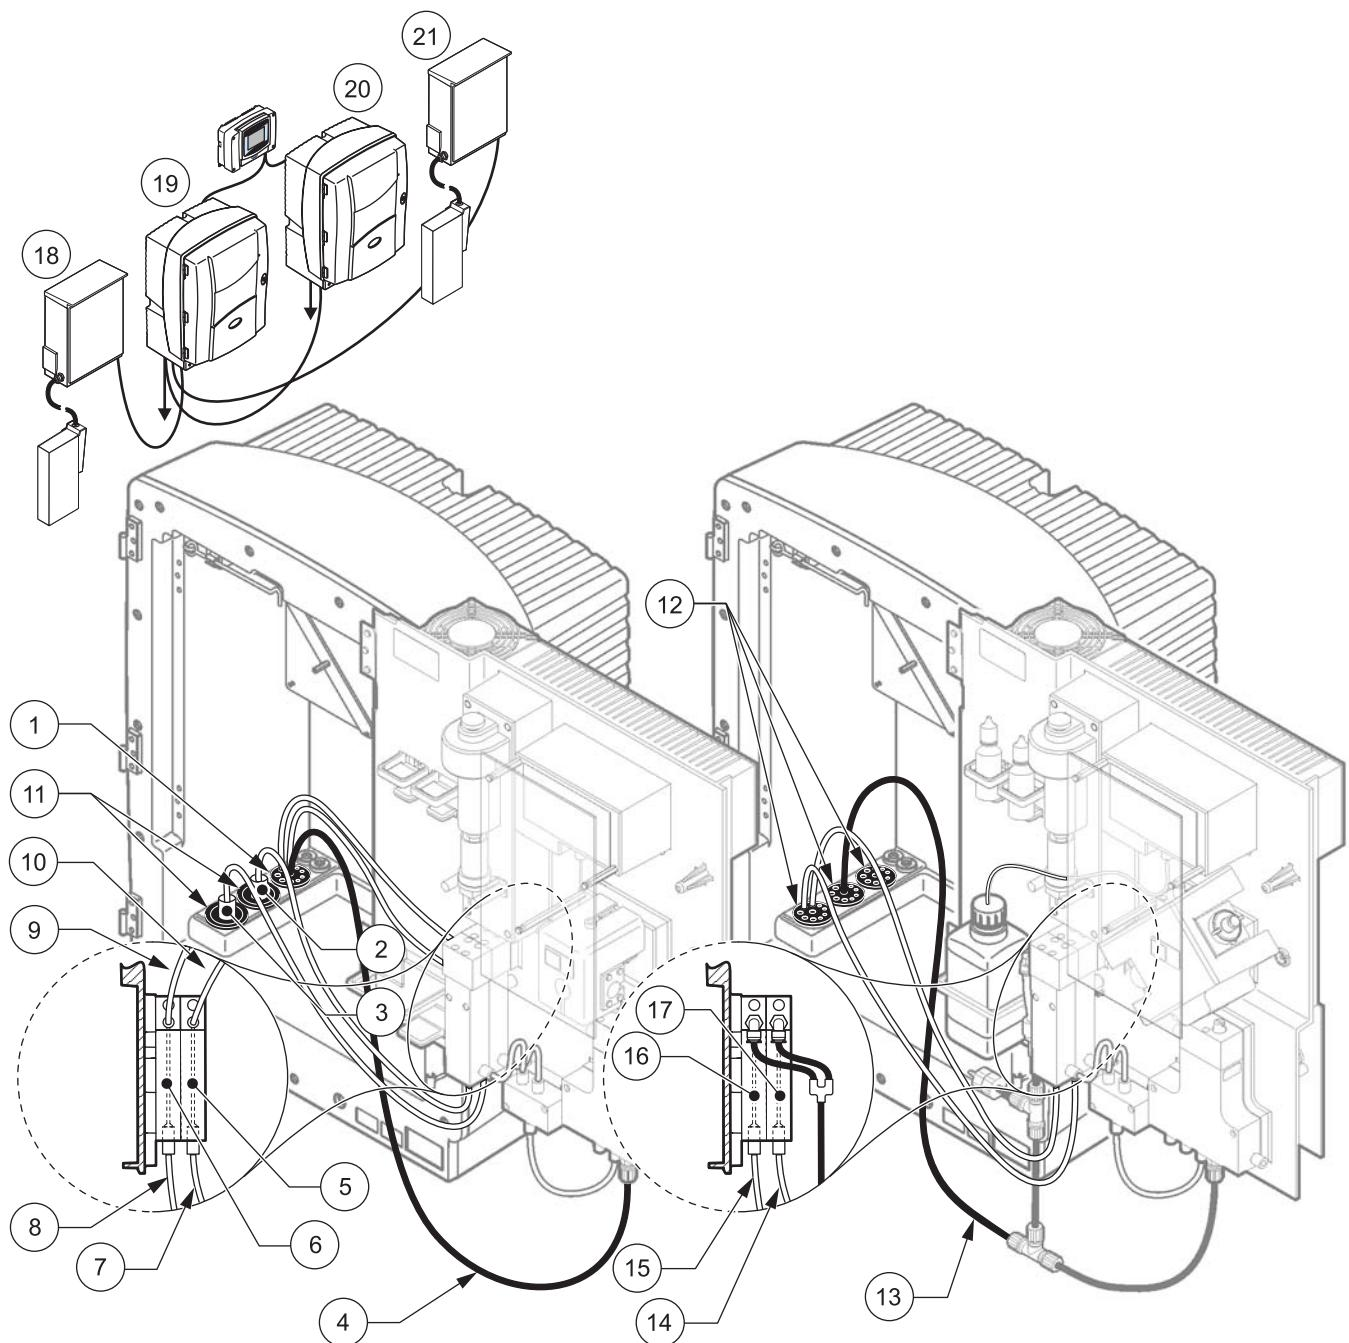

图 32 选项 9b 设置
请参考图 32 以及选项 9b 的以下说明：
- a. 通过分析器从 FILTRAX 1 引出加热的软管 (图 32, 项目 3)。使用 1 号密封塞加固。